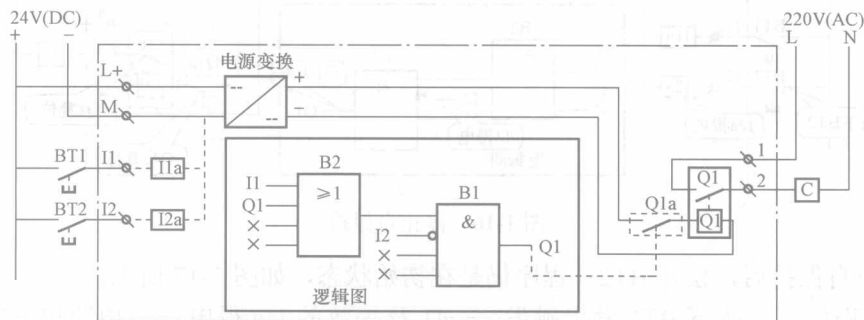

图 1-13 通电后的 LOGO! 进入准运行状态
1) 对 LOGO! 通电后使 LOGO! 进入准运行状态，如图 1-13 所示。